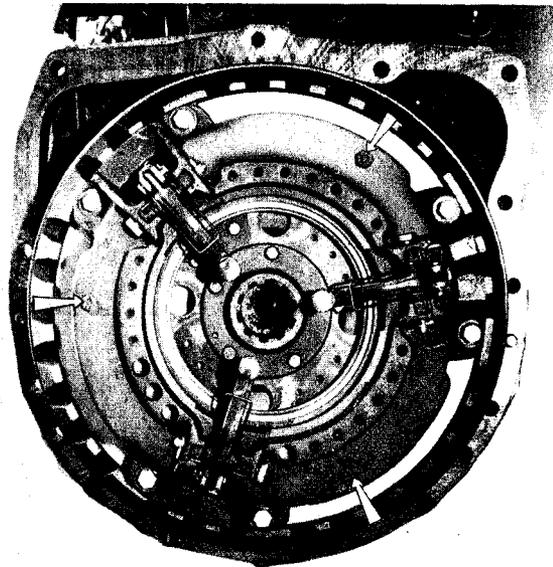

Fig. 1
- 1° Mettre dans les trois trous du couvercle de mécanisme des vis de 6,35 mm ANC \times 54 mm ($1/4'' \times 2 1/8''$) afin de maintenir les ressorts comprimés (fig. 1).